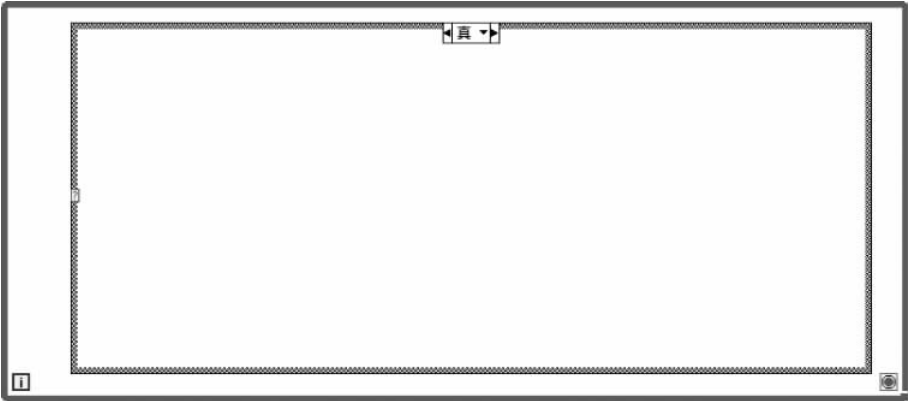

图 3-9 创建“循环结构”
(1) 创建外部循环结构。新建 VI,在程序框图界面空白处右击,依次选择“编程/结构”选项面板中的“While 循环”和“条件结构”函数,如图 3-9 所示。